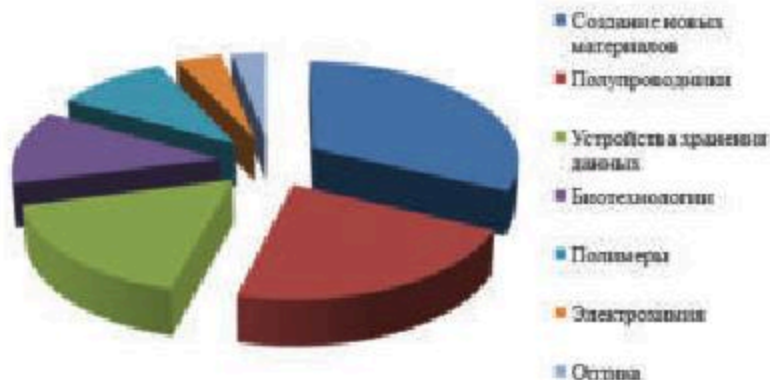

Рис. 97. Распределение нанотехнологий в химии
- информационные и космические технологии (рис. 97)